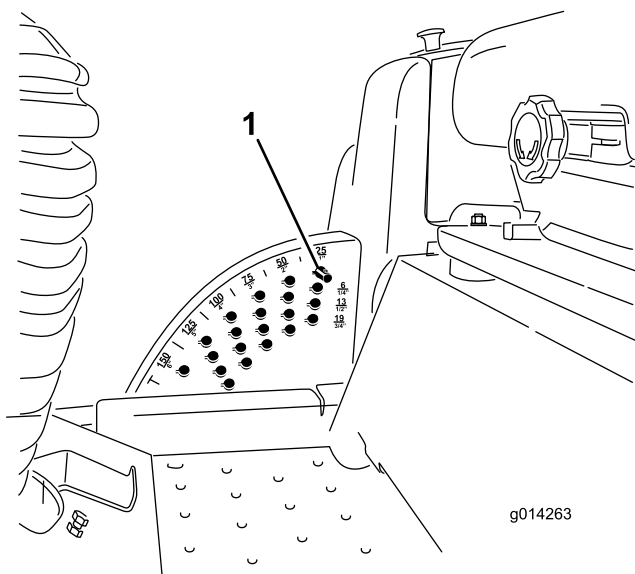

図 16
**注** デッキを上昇位置にロックするには、上昇位置からさらに 15 cm 上昇させ、刈高ストップ・ピンを抜いて（刈高の調整の項を参照）、刈高 15 cm（6 インチ）の穴に通します（図 16）。
全に上昇したら **直ちにレバーから手を離す** (図 16)。
2. ストップ・ピンについているロール・ピンを回してピンと刈高設定穴のスロットとが整列したところでピンを抜き取る (図 16)。
3. 刈高ブラケットについている穴から、希望する刈高に対応する穴を見つけ、その穴にピンを通し、ピンを回してロックする (図 16)。
**注** 刈高設定穴は、扇形の外周に一番近い段から全部で4段 (列) あります (図 16)。外周側の列は、外周部に刻印されている通りの刈高の穴です。2 列目の穴は、1 列目の刈高よりも 6 mm 高い刈高となります。3 列目の穴は、1 列目の刈高よりも 12 mm 高い刈高となります。4 列目の穴は、1 列目の刈高よりも 18 mm 高い刈高となります。刈高 158 mm だけは例外で、2列目のはずれにあります。この穴にセットすると 刈高 158 mm となります (6 mm アップにはなりません)。